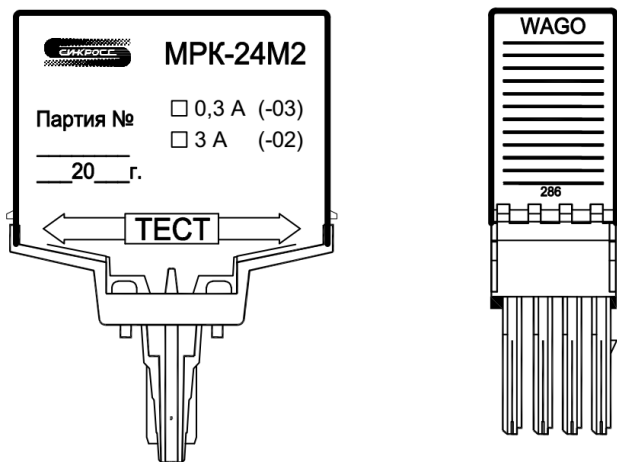

Рис.1 Внешний вид модуля
1.3. Внешний вид модуля показан на рис.1.
Модуль представляет собой печатные платы, расположенные в пластиковом корпусе (рис.1). Установка модуля производится в специальный клеммник, закрепленный на DIN-рейке.